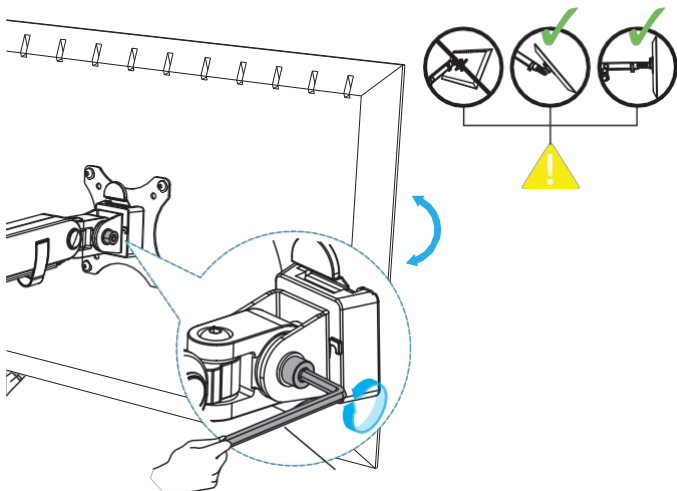

Figure 20
1. Localisez la **vis de réglage de l'inclinaison** près de la **fente de la tête**. (Figure 20)